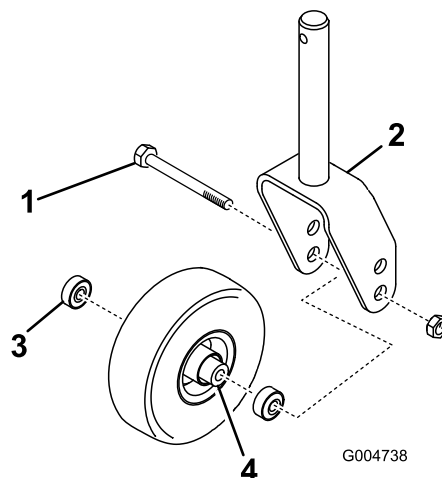

Figure 30
- Enlevez le contre-écrou du boulon qui fixe la roue pivotante à la chape (Figure 30). Maintenez la roue pivotante et sortez le boulon de la fourche ou du bras pivotant.
- Roulement (2)
- Enlevez le roulement du moyeu de la roue et laissez tomber l'entretoise à l'extérieur (Figure 30). Enlevez le roulement de l'autre côté du moyeu.